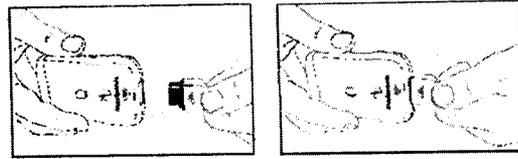

Figura 2.7 Introduzca el conector en la clavija de salida.
1. Con los triángulos del conector del cable y el neuroestimulador externo orientándose el uno hacia el otro, inserte totalmente el conector con suavidad en la clavija de salida (Figura 2.7).